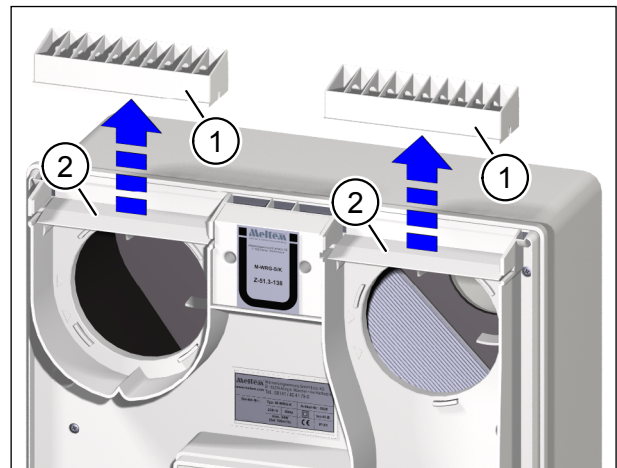

Abb. 7: Beide Luftklappenrahmen abnehmen und reinigen
- ▶ Ziehen Sie die beiden Luftklappenrahmen (Pos. 1 in Abb. 7) vorsichtig nach oben aus dem Lüftungsgerät.
- ▶ Entfernen Sie die Luftklappen (Pos. 2 in Abb. 7) nicht vom Lüftungsgerät.
- ▶ Reinigen Sie beide Luftklappen (Pos. 2 in Abb. 7) mit einem feuchten Tuch und milder Seifenlauge.